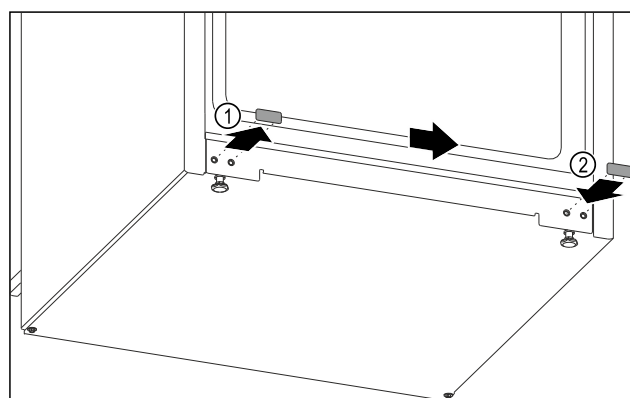

Fig. 12
- Estrarre il coperchio a tappo. Fig. 12 (1)
- Inserire il coperchio a tappo sul lato opposto. Fig. 12 (2)